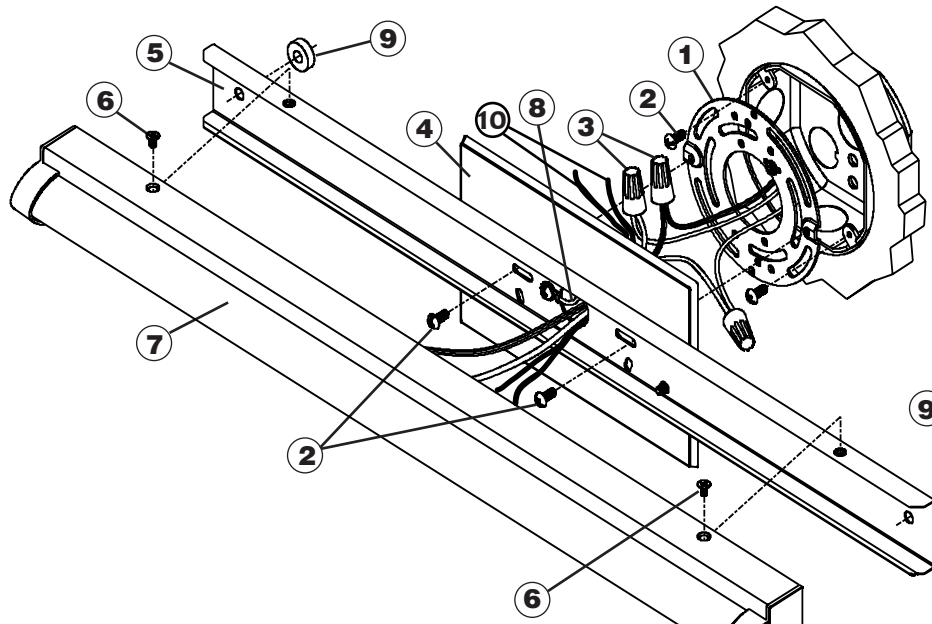
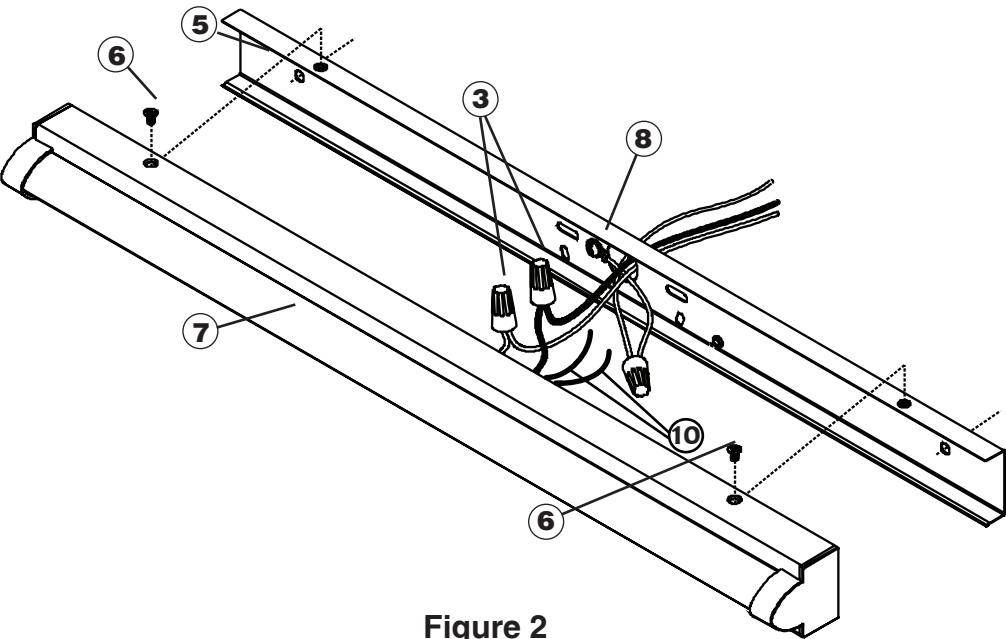
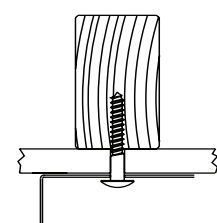
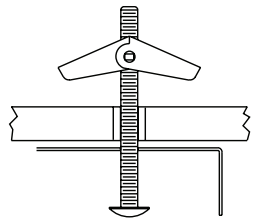

Figure 1
Figure 2
Figure 3
Figure 4
4a. Attacher la plaque de montage (1) au boîtier de raccordement en utilisant les vis de 1/2 po (2) pour que deux trous filetés s'alignent avec les trous de la plaque arrière (5) pour une installation verticale ou horizontale. Voir la figure 1.
6a. Si la perceuse atteint un clou ou une solive de plafond, utiliser des vis à bois (non incluses) et des supports d'espacement (9) pour sécuriser l'assemblage de plaque arrière (5) après avoir terminé les raccordements centraux. Voir la figure 3.
8a. Si la perceuse n'atteint pas de clou ou de solive de plafond, agrandir les trous de manière à pouvoir y insérer un boulon (non inclus). Installer le boulon dans la plaque arrière (5), un support d'espacement puis les vis avant d'effectuer les raccordements centraux. Voir la figure 4.
8a. Utiliser les capuchons de connexion (3) afin de connecter le fil de mise à la terre vert (9) au fil de mise à la terre cuivre nu, puis relier le câble du luminaire noir au câble d'alimentation noir et le câble du luminaire blanc au câble d'alimentation blanc. Si vous utilisez la fonctionnalité de gradation 0-10 V, connectez les fils violet et rose/gris (10) aux fils de gradateur appropriés. Repousser soigneusement en place les fil connectés dans le boîtier de raccordement. Voir la figure 2.
10a. Installer deux vis de 1/2 po de longueur (2) dans les fentes de la plaque arrière (5) puis dans les trous filetés de la plaque de montage (1). Maintenir le luminaire à niveau, serrer ces vis et les écrous jusqu'à ce que le luminaire soit fixé. Voir la figure 1.
- Attach Mounting Plate (1) to junction box using 1/2" long screws (2) so that two threaded holes align with slots in the Backplate (5) for horizontal or vertical installation. See Fig. 1.
- To support longer length fixtures, hold the Backplate (5) against the mounting surface in the desired location and mark the location of the Ø1/4" outer mounting holes. Drill 1/8" Ø pilot hole at each location.
- If drill encounters a stud or joist, use wood screw(s) (*not supplied*) and Spacers (9) to secure the Backplate Assembly (5) after completing wire connections. See Fig. 3.
If drill does not encounter a stud or joist, enlarge the holes to accommodate toggle nuts & bolts (*not supplied*). Install the bolt(s) through the Backplate (5), a Spacer (9) then the toggle nut before making wire connections. See Fig. 4.
- Feed the fixture and ground wires through the Canopy (4) and position the Housing (7) and Backplate Assemblies (5) near the junction box.
- Use Wirenuts (3) to connect the Green Ground Wire (9) to the bare copper ground wire, then connect the black fixture wire to the black power supply wire and the white fixture wire to the white power supply wire. If using 0-10V dimming functionality, connect the purple and pink/gray wires (10) to the proper dimmer wires. Carefully push the wires back into the Junction Box. See Fig. 2.
- Separate the Housing (7) and hold the Backplate Assembly (5) against the mounting surface. If using wood screw(s) and Spacers (9) or the pre-installed toggle bolt(s), Spacers (9) and nut(s), insert them into the pre-drilled mounting holes.
- Install two 1/2" long screws (2) through slots in the Backplate (5) into the threaded holes in the Mounting Plate (1). Hold the fixture level, tighten these screws and the toggle bolts until the fixture is secure. See Fig. 1.
- If codes permit and there is no junction box, the fixture can be installed without the Canopy (4) by removing the screws holding the Canopy (4) to the Backplate (5) and setting the Canopy (4) aside.
- Turn the power off at the circuit breaker box. Position the Backplate (5) against the mounting surface, centered over the supply wire entry location. Mark the location of the 1/4" Ø outer mounting holes then drill 1/8" Ø pilot holes at each location.
- If drill encounters a stud or joist, use wood screw(s) (*not supplied*) to secure the Backplate (5) after completing wire connections. See Fig. 3.
If drill does not encounter a stud or joist, enlarge the holes to accommodate toggle nut(s) & bolt(s) (*not supplied*). Install the bolt(s) through the Backplate, then the toggle nut(s) before completing wire connections. Discard Spacers (10) See Fig. 4.
- Install an appropriate supply wire strain-relief (*not supplied*) in the 7/8" Ø center hole of the Backplate (5). Provide sufficient clearance in the mounting surface to recess the strain relief.
- Feed the bare copper ground and supply wires through the strain relief and secure in place. If using 0-10V dimming functionality, also feed purple and pink/gray wires (10) through strain relief.
- Insert wood screws or the pre-installed toggle nuts and bolts into the previously drilled mounting holes. Hold the fixture level, tighten the screws or toggle bolts until the fixture is secure. See Fig. 1.
- Use Wirenuts (3) to connect the Green Ground Wire (8) to the bare copper ground wire, then connect the black fixture wire to the black power supply wire and the white fixture wire to the white power supply wire. If using 0-10V dimming functionality, connect the purple and pink/gray wires (10) to the proper dimmer wires. See Fig. 2.
- Acople la placa de montaje (1) a la caja de unión con tornillos de 1/2" de largo (2) de modo que dos orificios roscados se alineen con las ranuras de la placa posterior (5) para una instalación horizontal o vertical. Consulte la Fig. 1.
- Para apoyar los montajes de mayor longitud, sostenga la placa posterior (5) contra la superficie de montaje en el lugar deseado y marque la ubicación de los orificios de montaje de 1/4" de diámetro externo. Perfore un orificio guía de 1/8" de diámetro en cada lugar.
- Si la broca encuentra un corchete o vigueta, use tornillos de madera (no incluidos) y espaciadores (9) para fijar el conjunto de la placa posterior (5) después de completar las conexiones de cable. Consulte la Fig. 3.
- Use tuercas para cables (3) para conectar el cable verde de puesta a tierra (9) al cable de cobre pelado de puesta a tierra y luego conecte el cable negro del montaje al cable de alimentación negro y el cable blanco del montaje al cable de alimentación blanco. Si utiliza la función de atenuación de 0 a 10 V, conecte los cables violeta y rosa/gris (10) a los cables del atenuador adecuados. Inserte con cuidado los cables de nuevo dentro de la caja de unión. Consulte la Fig. 2.
- Separe la carcasa (7) y sostenga el conjunto de la placa posterior (5) contra la superficie de montaje. Si usa tornillos de madera y espaciadores (9) o los pernos acodados preinstalados, los espaciadores (9) y las tuercas, insértelos en los orificios de montaje previamente perforados.
- Instale dos tornillos de 1/2"de largo (2) a través de las ranuras de la placa posterior (5) en los orificios roscados de la placa de montaje (1). Mantenga el nivel del montaje, ajuste estos tornillos y los pernos acodados hasta que el montaje a esté asegurado. Consulte la Fig. 1.
- Si los códigos lo permiten y no hay caja de unión, el montaje puede instalarse sin la protección (4) quitando los tornillos que sujetan la protección (4) a la placa posterior (5) y apartando la protección (4).
- Desconecte la energía eléctrica de la caja del disyuntor. Coloque la placa posterior (5) contra la superficie de montaje, centrada sobre la ubicación de entrada del cable de alimentación. Marque la ubicación de los orificios de montaje de 1/4" diámetro externo y luego perfore orificios guía de 1/8" de diámetro en cada punto.
- Si el taladro encuentra un corchete o vigueta, use tornillos de madera (no incluidos) para fijar la placa posterior (5) después de completar las conexiones de los cables. Consulte la Fig. 3.